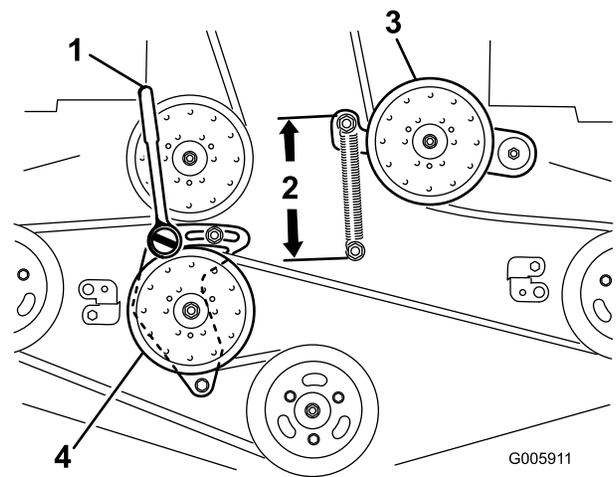

Figure 89
6. Desserrez le bras de la poulie de renvoi fixe pour détendre la courroie (Figure 89).
9. Insérez une douille courte avec manche à rochet ou une barre de levier dans le trou carré du bras de la poulie de renvoi fixe (Figure 89).
11. Pour augmenter la tension de la courroie, tournez le manche à rochet ou la barre de levier dans le sens antihoraire pour déplacer le bras de poulie fixe jusqu'à ce que les crochets du ressort soient espacés de 16,5 cm (Figure 89).